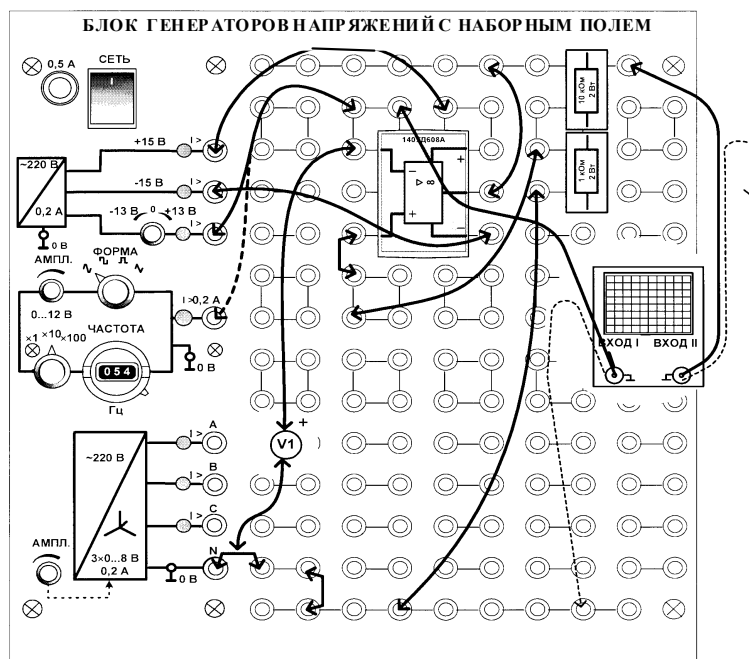

Рис. 13.8. Схема тестирования триггера Шмитта
13.2.2. Соберите схему тестирования триггера Шмитта в соответствии с рис. 13.6, подключив к его входу регулируемое постоянное напряжение, как показано на рис. 13.8.